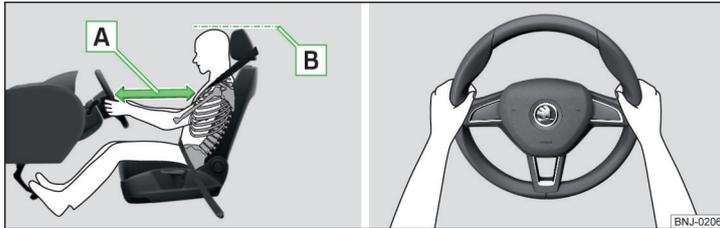

Abb. 2 Richtige Sitzposition des Fahrers / Richtige Lenkradhaltung
- ✓ Das Lenkrad so einstellen, dass der Abstand zwischen Lenkrad und Brustbein mindestens 25 cm beträgt » [Abb. 2 - \[A\]](#).
- ✓ Die Kopfstütze so einstellen, dass die Oberkante der Kopfstütze sich möglichst auf einer Höhe mit dem oberen Teil Ihres Kopfes befindet (gilt nicht für Sitze mit integrierter Kopfstütze) » [Abb. 2 - \[B\]](#).
- Während der Fahrt das Lenkrad mit beiden Händen seitlich am äußeren Rand in der „9-Uhr“- und „3-Uhr“-Position festhalten » Abb. 2. Niemals das Lenkrad in der „12-Uhr“-Position oder in einer anderen Art und Weise festhalten (z. B. in der Lenkradmitte, am inneren Lenkradrand u. Ä.). Anderenfalls könnte man sich bei der Airbagauslösung schwere Verletzungen an Armen, Händen und Kopf zuziehen.
- ✓ Die Kopfstütze so einstellen, dass die Oberkante der Kopfstütze sich möglichst auf einer Höhe mit dem oberen Teil Ihres Kopfes befindet » Abb. 2 auf Seite 12 - **B** (gilt nicht für Sitze mit integrierter Kopfstütze).
- ✓ Die Kopfstützen so einstellen, dass die Oberkante der Kopfstützen sich möglichst auf einer Höhe mit dem oberen Teil des Kopfes befindet » Abb. 2 auf Seite 12 - **B**.